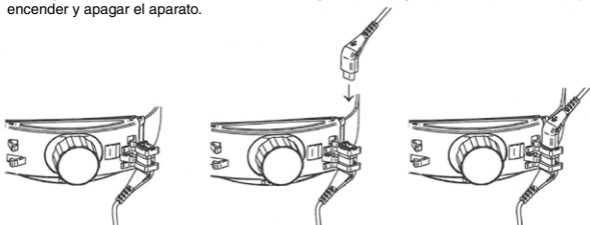

Fig. 8
Para el funcionamiento de ML4 LED con el mPack o EN50 conecte el cable corto del regulador de la luminosidad con el cable de conexión mPack UNPLUGGED/Cinch y sujete éste a la tapa del segmento posterior de la cinta craneal (fig. 8). Conecte el instrumento al manguito Cinch del mPack o EN50. Con el regulador (1) (fig. 6) puede ajustar el brillo y encender y apagar el aparato.